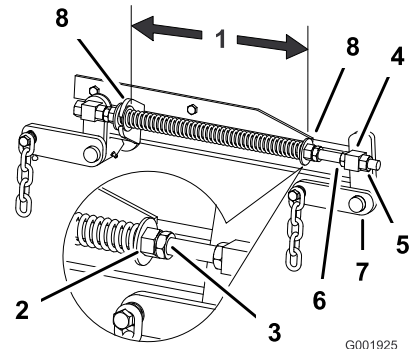

Figure 63
2. Vérifiez que les deux grandes rondelles sont espacées de 28,2 cm pour les plateaux de coupe de 52 pouces (132 cm), et de 26,7 cm pour les plateaux de coupe de 60 pouces (152 cm) (Figure 63).
3. Réglez cette distance en desserrant l'écrou de blocage du ressort et en tournant l'écrou devant chaque ressort (Figure 63).
4. Bloquez l'écrou en position en serrant l'écrou de blocage du ressort (Figure 63).